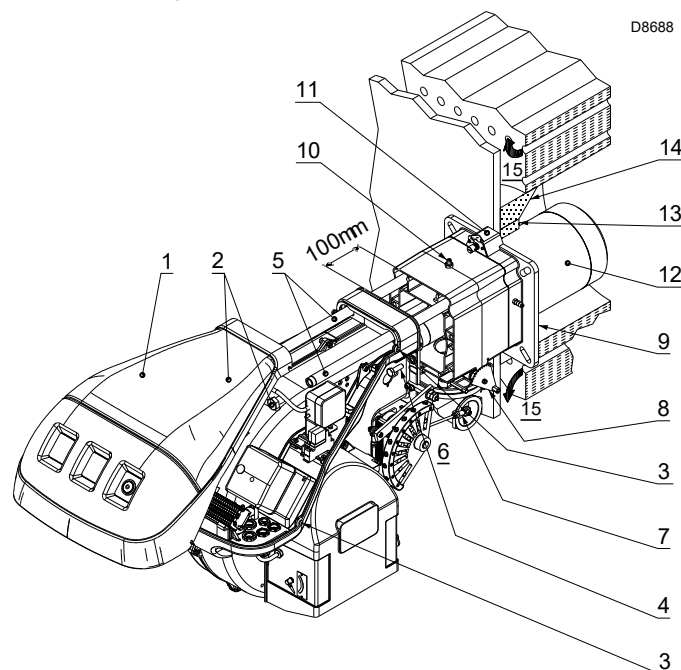

Рис. 11
Для котлов с водоохлаждаемой передней стенкой облицовка огнеупорным материалом (13)-14) (Рис. 11) необходима, если это не требуется заводом-изготовителем.
- Отсоедините головку горения от остальной части горелки, как показано на Рис. 11:
- Отверните 4 винта (3) и снимите кожух (1).
- Отцепите шарнирное соединение (7) от градуированного сектора (8).
- Отверните винты (2) на обеих направляющих (5).
- Отверните два винта (4) и отодвиньте горелку по направляющим (5) примерно на 100 мм.
- снова установить горелку на направляющие 3) примерно на 100 мм от муфты 4) - положение горелки указано на Рис. 11 на стр. 14;
- Вставьте кабель датчика и кабель электрода, а затем продвиньте горелку до муфты (положение горелки показано на Рис. 11 на стр. 14).